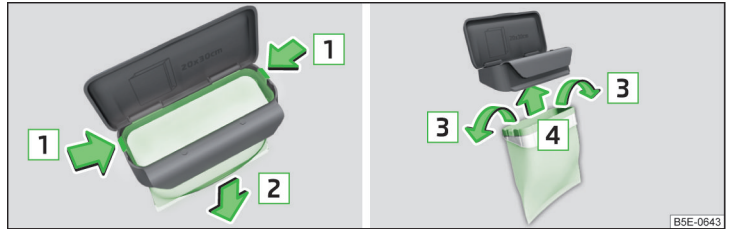

Abb. 105 Beutel ersetzen
- › Die beiden Rastnasen am Rahmen in Pfeilrichtung **1** abdrücken » Abb. 105.